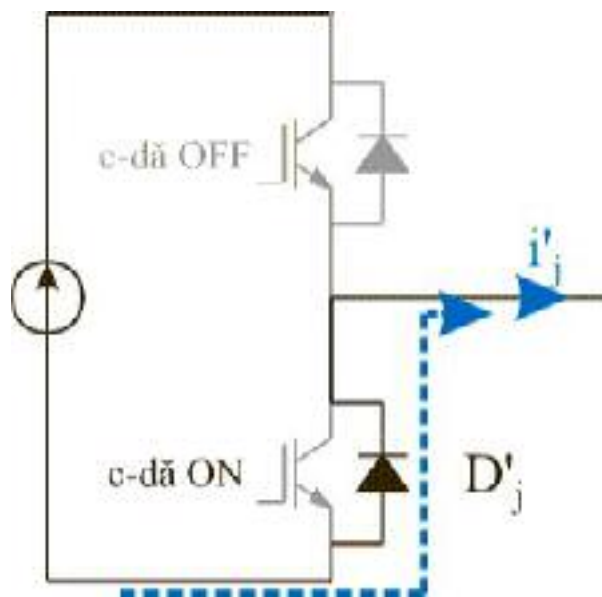

Figura 7
- atunci când  $K'_j$  este ON, dioda  $D'_j$  este în conducție (figura 7).